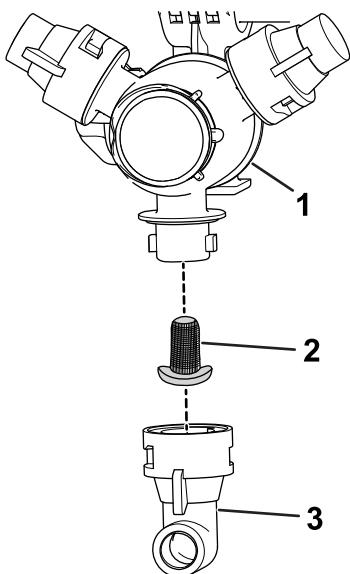

图 98
2. 从喷嘴转动架卸下喷嘴 图 98。
3. 拆下旧喷嘴过滤器 图 98。
4. 安装新喷嘴过滤器 图 98。
5. 将喷嘴安装到喷嘴转动架上 图 98。